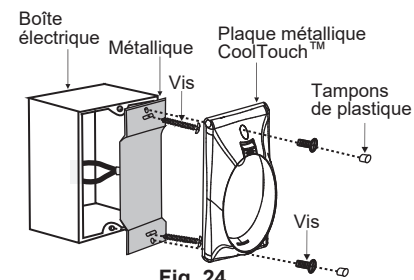

Fig. 24
Étape 2. Installez la plaque métallique et la plaque murale CoolTouch™ sur le boîtier de prise murale existant à l'aide des 4 vis fournies. Placez ensuite les deux bouchons en plastique dans la plaque murale. (Fig.24)